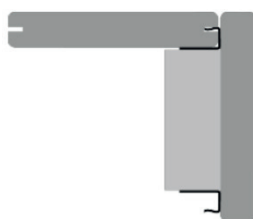

fig. 2
2. Hvis man begynner montering ytterst på terrassen kan fronten avsluttes med et rettkantbord. Fest klips på toppen av dekkbordet med 6 mm klaring. Frontbordet (rettkant) skrus fast i dekkbordet som vist på fig. 2